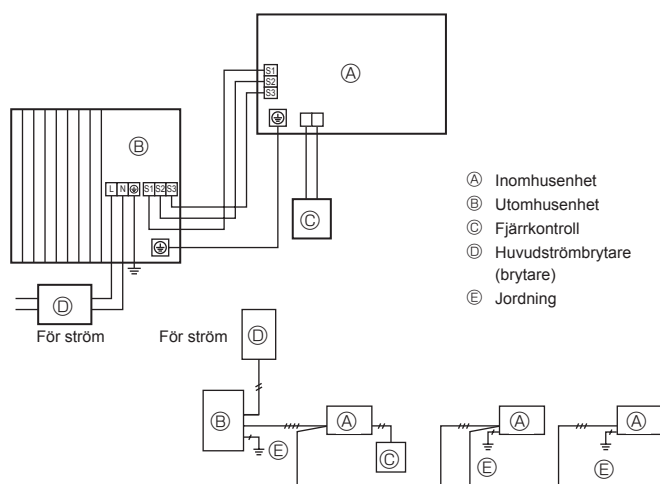
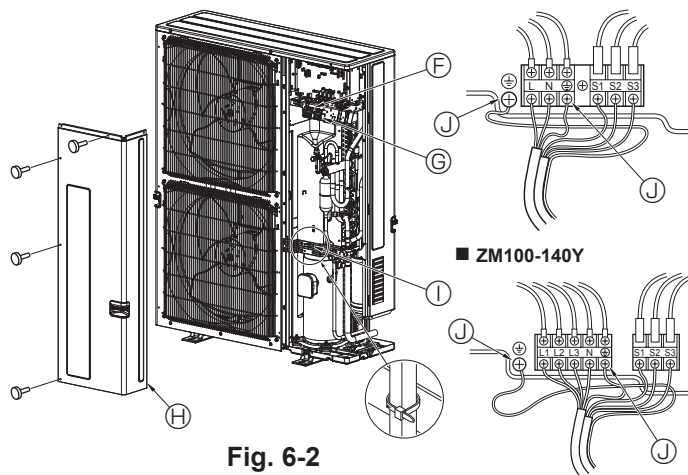

Fig. 6-1
Fig. 6-2
6.1. Utomhusenhet (Fig. 6-1, Fig. 6-2)
- ① Ta bort servicepanelen.
- ② Hänvisa till Fig. 6-1 och Fig. 6-2 när kablarna dras.